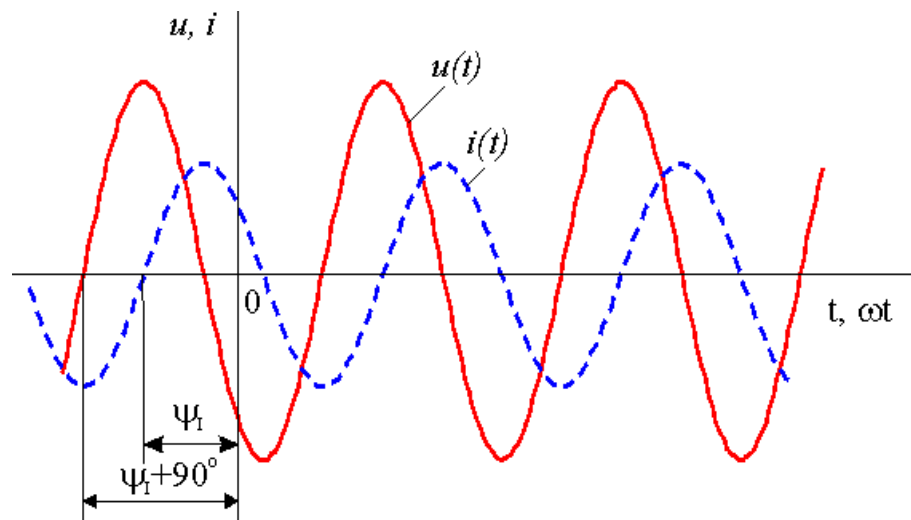

Рис. 4
Индуктивность L учитывает энергию магнитного поля катушки $w_L = Li^2/2$. Из соотношения (4) видно, что ток через индуктивность $i(t)$ отстаёт от напряжения $u_L(t)$ на угол 90° (рис. 4).